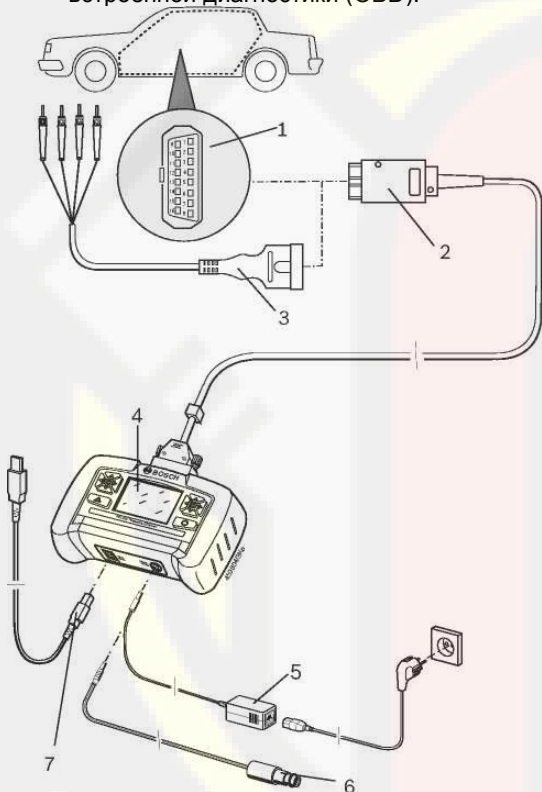

Рис. 3. Схема подключения KTS 200:
- диагностический провод встроенной диагностики (OBD) (рис. 3, поз. 2) или
- диагностический провод встроенной диагностики (OBD) и дополнительно через соединительный кабель UNI (интерфейс «пользователь-сеть») (рис. 3, поз. 3) дополнительная принадлежность), или